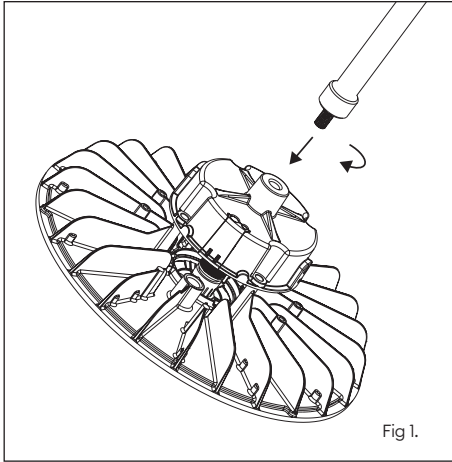

Fig 1.
2. Taking the rod component, insert the M10 thread into the corresponding hole on the luminaire and tighten. Fix into position by tightening the securing screw on the luminaire. (Fig.1)
2. Prenez la tige, insérez le filetage M10 dans le trou correspondant du luminaire et serrez. Fixez en position en serrant la vis de blocage sur le luminaire. (fig.1)